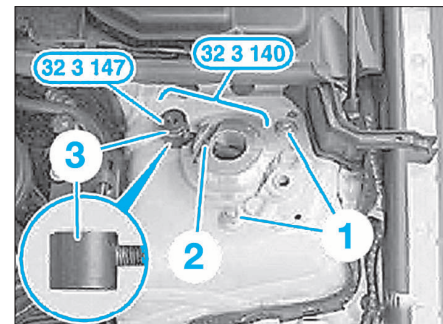

FIG. 6
- déposer l'écrou (2)
- insérer l'outil 32 3 140 dans l'évidement du passage de roue (Fig.6)